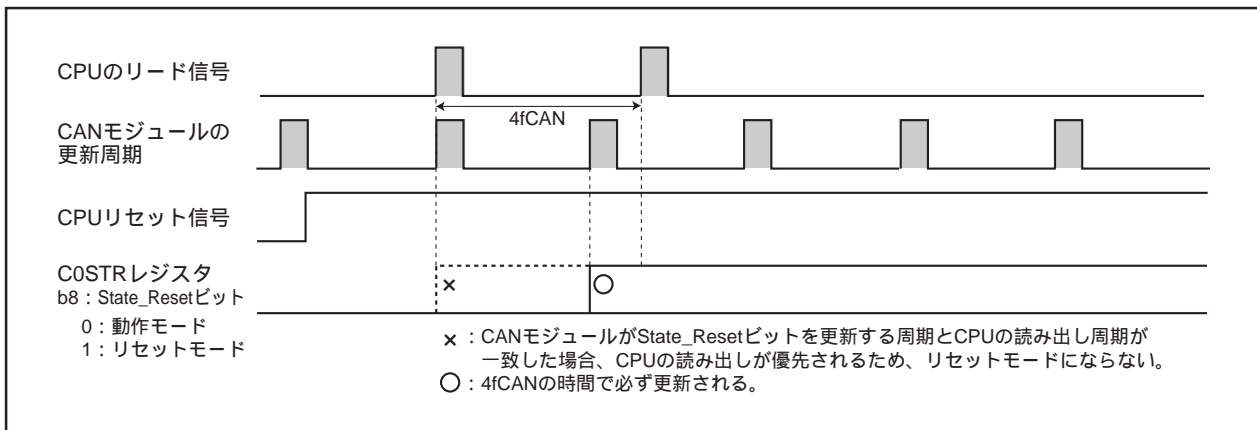

図23.5 CPUのポーリング周期を3fCANより長くした場合
- ・CPUがC0STRレジスタをポーリングする場合、3fCANより長い周期にする(「図23.5 CPUのポーリング周期を3fCANより長くした場合」参照)。